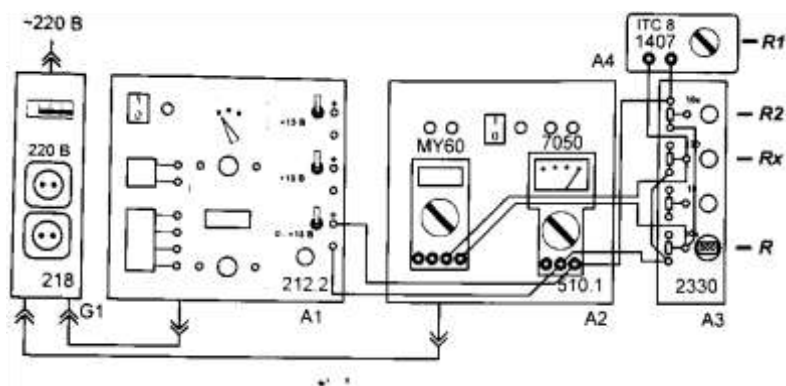

Рис. 8. Схема электрическая соединений для измерения сопротивлений с помощью моста
–соедините аппаратуру в соответствии со схемой электрической соединений выполняемого эксперимента рис. 8.